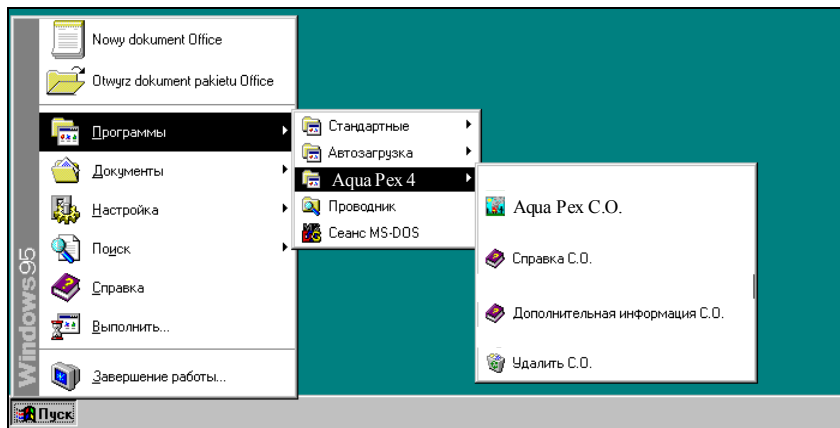

Рис. 4.1. Запуск программы Aqua Rex C.O. в системе Windows 95
2. перейти к меню Пуск (Start) системы Windows (Рис. 4.1);